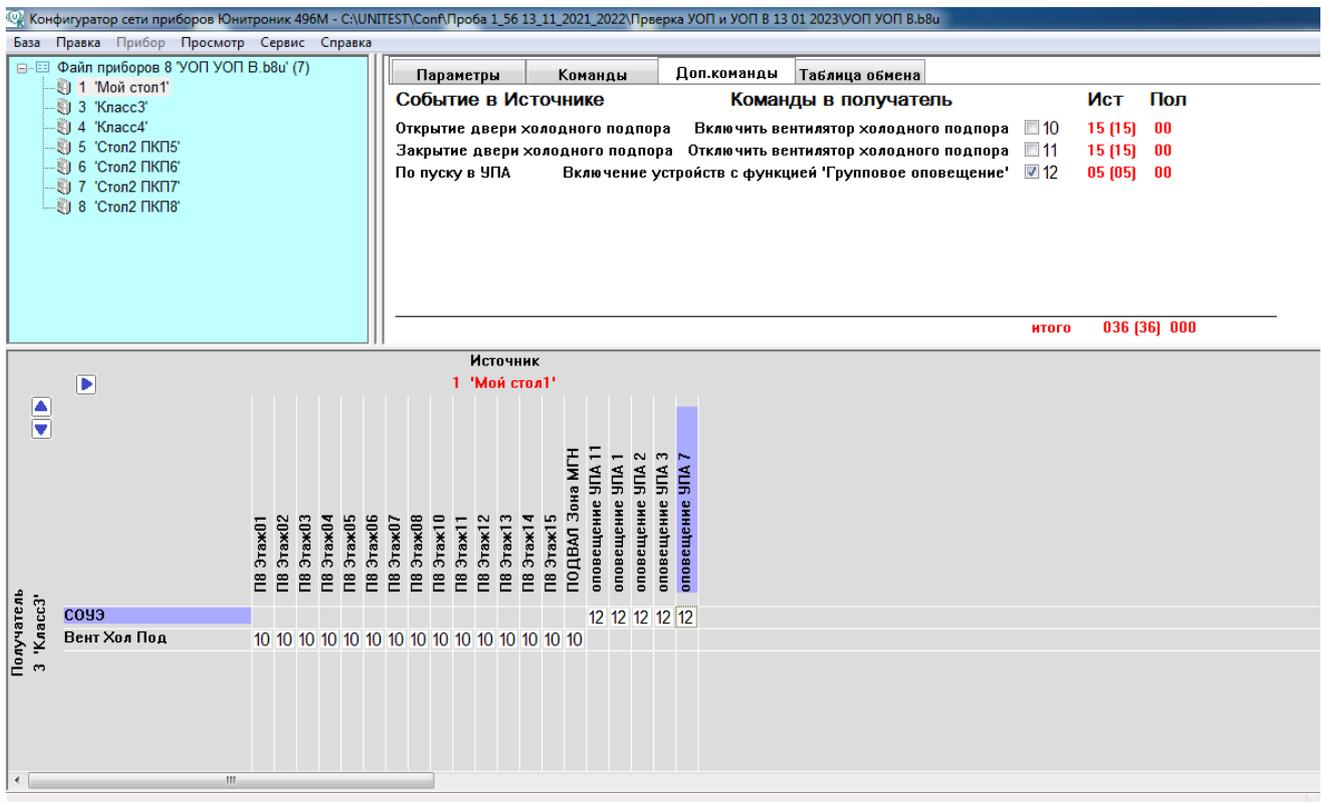

Рис.9. Формирование ТМС с дополнительными командами.
3.10. В закладке «Доп. команды» размещены программные шаблоны специальных функций: управления системой оповещения, общим для нескольких АПКП вентилятором холодного подпора в зоне МГН (рис.9).
Дополнительные команды 10, 11 предназначены для включения/выключения реле исполнительного устройства с установленной функцией «Вентилятор холодного подпора». В приведенном на рис.9 примере после Пуска УПА в АПКП-источнике команда «Вентилятор холодного подпора» передается в АПКП-приемник, и тогда при открытии/закрытии двери холодного подпора в объекте АПКП-источника будет включаться/выключаться реле управления вентилятором в АПКП-приемнике. При этом на ЖК-дисплее АПКП-получателя отображается информация о внешнем включении/выключении вентилятора холодного подпора.
3.11. Команда 12 предназначена для включения реле исполнительного устройства с функцией «Оповещение групповое». Согласно рис.9 данная команда передается в АПКП-получатель после Пуска УПА7 в АПКП-источнике, и дается всем управляющим модулям АПКП-получателя с установленной функцией «Оповещение групповое». На ЖК-дисплее АПКП-